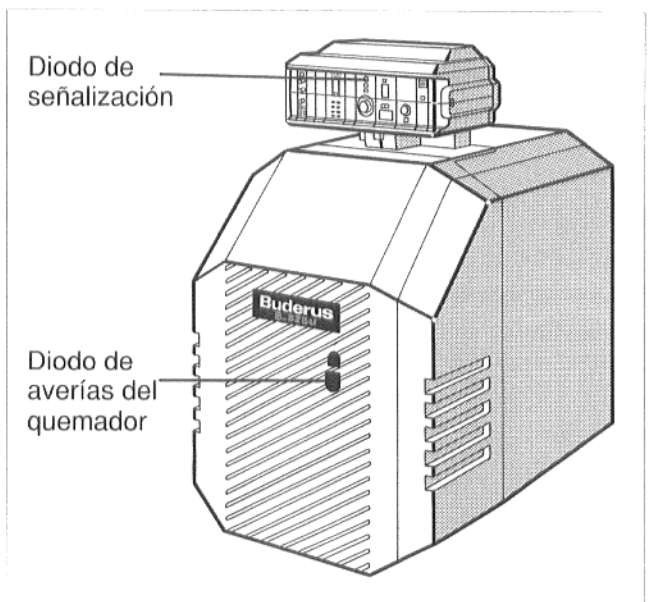

fig. 3
- Al encenderse el diodo de señalización en el aparato de regulación (fig. 3), pulse el diodo de averías en el automático de combustión del quemador.